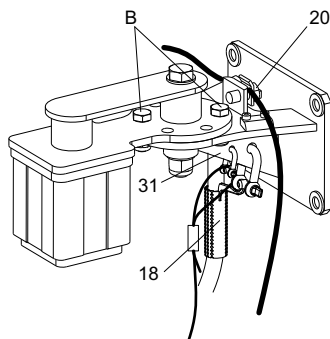

Рис. 25 Кронштейн верхнего крепления с подъёмным и страховочным тросами и кабельным разъемом
20. Прикрепить фиксатор кабеля (поз. 18) к кронштейну верхнего крепления с помощью скобы и протянуть через него кабель электродвигателя настолько это необходимо. См. рис. 25. Кабель электропитания должен быть слегка натянут.